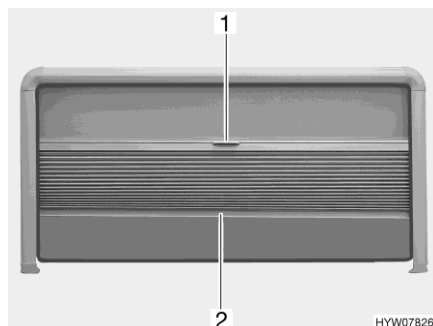

Bild 69 Plisségardin och insektsnät
**Stänga:** ■ Ta tag i mitten på plisségardinens kantlist (Bild 69,2) och dra försiktigt ned den.
**Öppna:** ■ Håll plisségardinens kantlist (Bild 69,2) i mitten och skjut upp plisségardinen försiktigt.
**Stänga:** ■ Drag ned insektsnätet (Bild 69,1) i handtaget.
**Öppna:** ■ Drag upp insektsnätet helt (Bild 69,1), drag i handtaget.